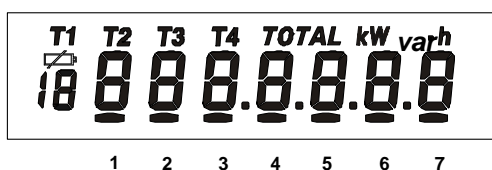

Рисунок 5.11
5.2.4.8 Окно «Тест ЖКИ» (рисунок 5.11).